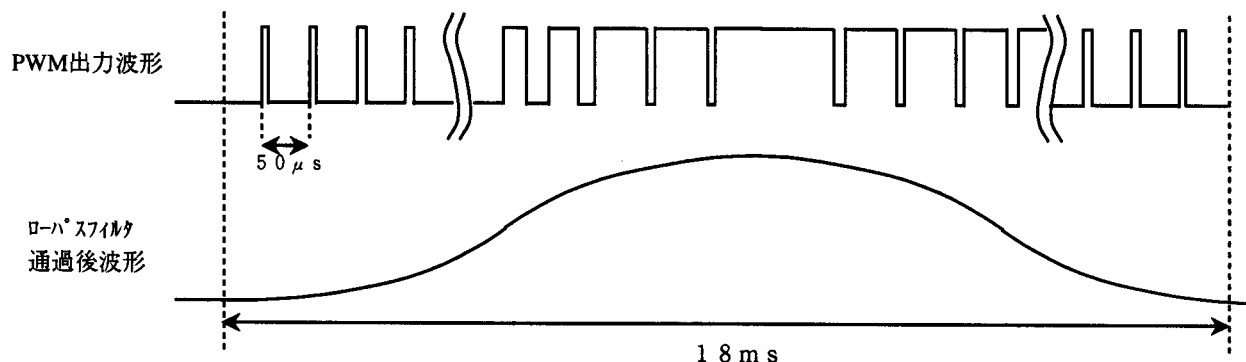

図1 PWMによる正弦波生成
- (1) 図1に示すようにPWMを出力し、ローパスフィルタで正弦波を生成します。
- (2) PWMの周期は $50\mu\text{s}$ に固定、デューティは周期割り込み毎にデータテーブル（データ数360個）のデータに従い変更します。生成する正弦波の周期は 18ms です。